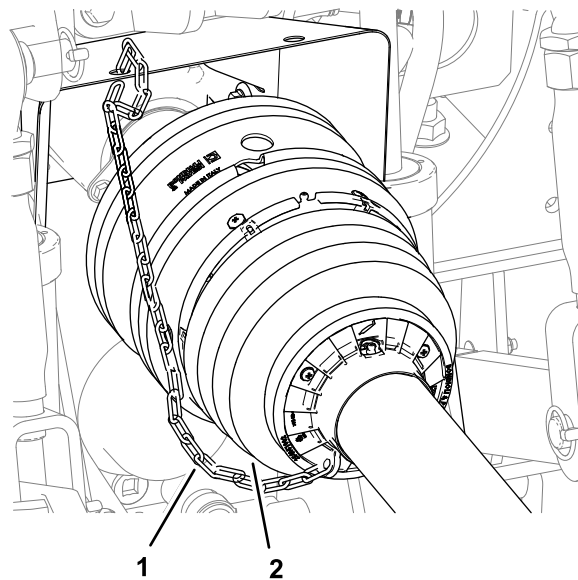

Bild 26
6. Befestigen Sie die Rückhaltekette an einem festen Teil des Zugfahrzeugs (**Bild 26**).